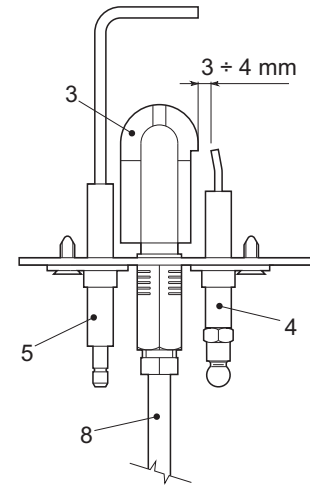

рис. 8 - Пилотная горелка
- Электроды не должны иметь накипи и быть правильно установленными (см. рис. 8).
Проверьте правильность позиционирования электродов и отсутствие на них отложений (см. рис. 8).
Отсутствие искры между электродами при розжиге.	Проверьте правильность позиционирования электродов и отсутствие на них отложений (см. рис. 8).